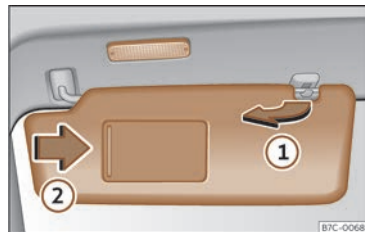

Fig. 85 Parasol.
- El parasol puede extraerse de la fijación y girarse hacia la puerta >>> **fig. 85 1**.